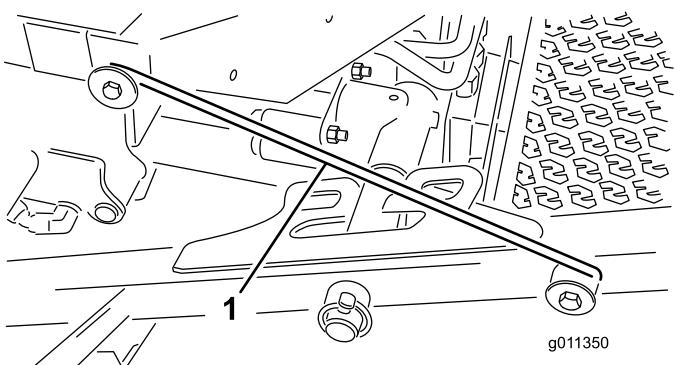

Figure 7
- Dégarez la barre de verrouillage (Figure 7) de son point de retenue sur le bâti porteur avant.
- Soulevez l'extérieur des plateaux de coupe avant et placez le verrou sur la goupille du bâti à l'avant de la plate-forme de conduite (Figure 7).